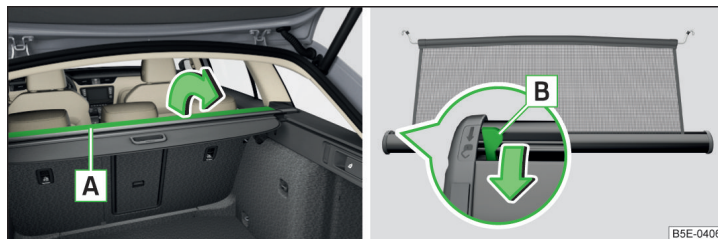

Fig. 121 Rabatarea unei părți a capacului rulant al portbagajului / pârghia de deblocare
► Rabatați o parte a măștii rulabile a portbagajului **A** în sensul săgeții » fig. 121.
- Rabatați la loc partea **[A]** a măștii rulabile a portbagajului în sens opus săgeții » fig. 121.
- Desfaceți partea **[A]** a măștii rulabile a portbagajului în sensul săgeții » fig. 121.
Dacă peretele despărțitor din plasă se blochează la scoatere, apăsați pârghia de deblocare **[B]** în sensul săgeții » fig. 121.